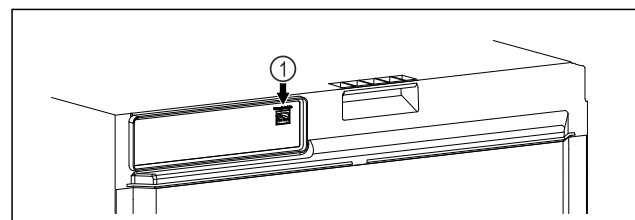

Fig. 116
- SmartModule Fig. 116 (1) is geplaatst.